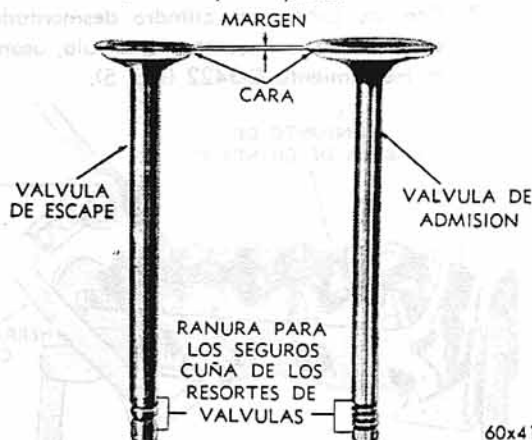

Fig. 9 - Válvulas de Admisión y Escape.
2. Inspecciónese el margen que queda después de que las válvulas se rectifican (Fig. 9). Las válvulas con menos de (3/64) 1,190 mm de margen deben ser reemplazadas.